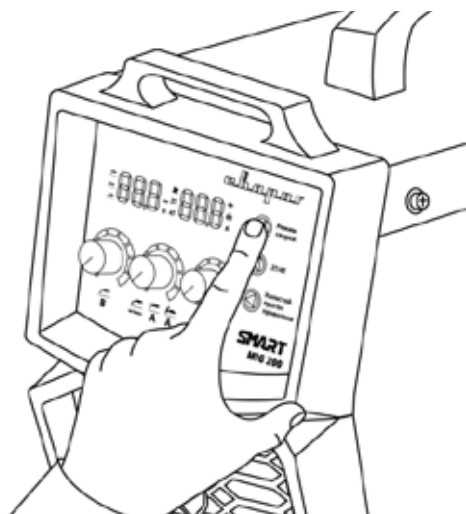

Рис. 13.2. Выбор способа сварки.
4. Перейдите в режим TIG (См. рис. 7.1, п. 6) на передней панели сварочного аппарата (См. рис. 13.2).